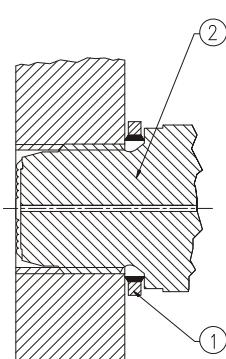

Fig. 2
- Abdichten durch Dichtkonus (Fig. 3) oder Dichtring am Sechskant (Fig. 2).
- Sealing by metal cone (Fig. 3) or a gasket at the hexagon (Fig. 2).